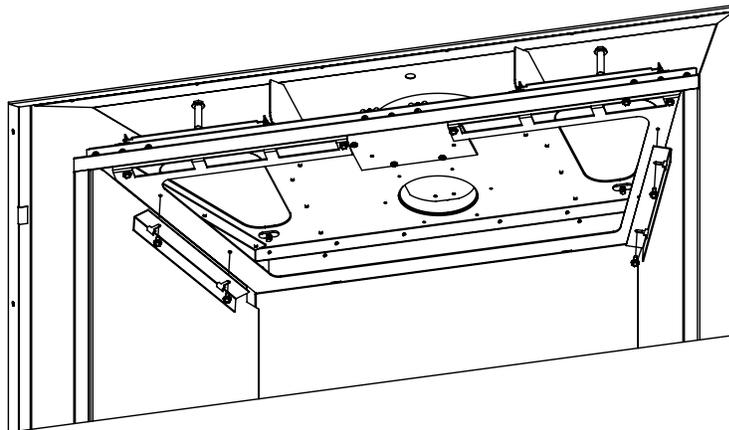

Figure 56: Retenues de Revêtement
Étape 3. Retirez les retenues de revêtement une à la fois en utilisant une douille 5/16. Les vis doivent seulement être desserrées, pas complètement enlevées, car les dispositifs de retenue sont fendus. Retirez d'abord les doublures latérales, puis l'arrière (voir Figure 56).